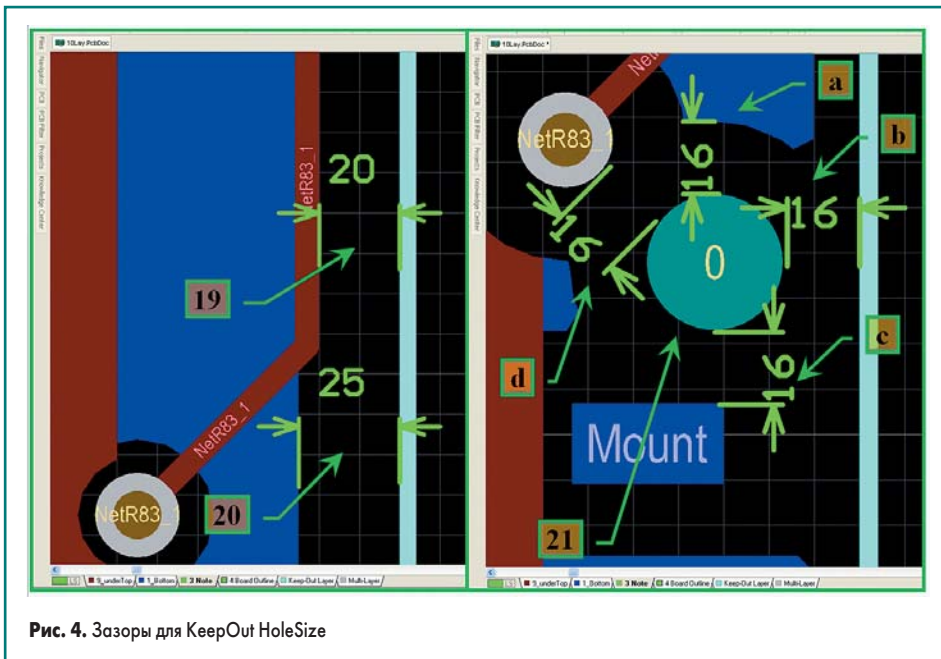

Рис. 4. Зазоры для KeepOut HoleSize
- [1, рис. 4] для данного проекта слой **2_OverBottom_forDiffPair** был предназначен исключительно для дифференциальных линий, и он находится между слоем **3_Ground_Bottom** типа **PLANE** (слой для электрической цепи GND) и нижним слоем. Расчет параметров дифференциальных цепей мы будем производить, считая, что слой GND есть только с одной стороны дифференциальной линии, а именно со стороны слоя **PLANE**. В таком случае заливку полигонов на нижнем слое печатной платы мы должны запретить. Обратите внимание: правило действует только для проводников (копия трассировки дифференциальных линий слоя **2_OverBottom_forDiffPair** на слой **1_Bottom**) с установленным флагом **KeepOut** (см. сноски а и б на рис. 4), зазор между переходным отверстием дифференциальной линии и полигоном это правило не определяет. Однако такой подход к очистке покрытия от меди на соседних слоях мы рассмотрим подробнее в разделе, посвященном исключительно дифференциальным линиям. Текст правила следующий:
19. Имя правила — **Clearance_to_Keep-Out**. Правило введено нами для учета возможностей производителя [1]. Результат действия правила представлен на рис. 4. Текст правила следующий:
- В частности, на рис. 4 показано крепежное отверстие без металлизации и указаны следующие зазоры: